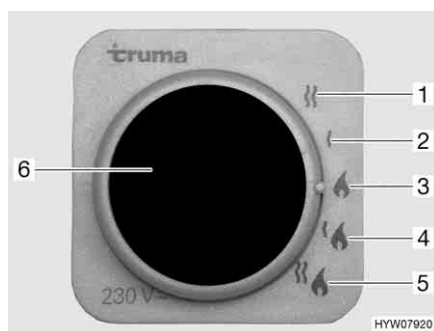

Fig. 120 Selettore di energia per riscaldamento/boiler
- Funzionamento a gas (Fig. 120,3)
- Funzionamento elettrico a 230 V con gradi di potenza da 900 W (Fig. 120,2) oppure 1800 W (Fig. 120,1)
- Funzionamento a gas e funzionamento elettrico a 230 V (funzionamento misto) con gradi di potenza da 900 W (Fig. 120,4) oppure 1800 W (Fig. 120,5)
Se viene selezionato il funzionamento elettrico a 230 V, la spia gialla di controllo si accende (Fig. 120,6).